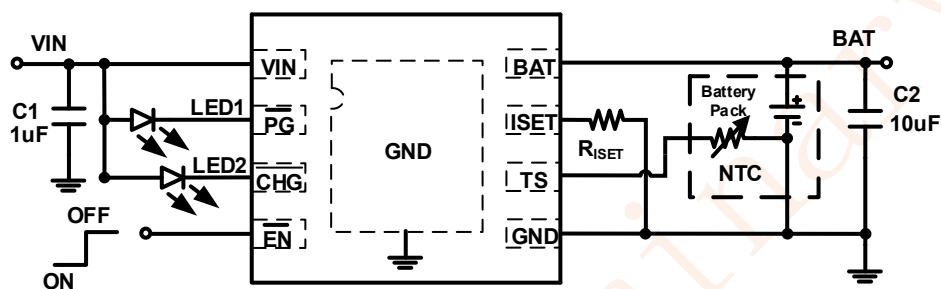

图 2 SY6102 典型应用电路 2
(2)图 2 使用 TS 为特殊分段 NTC 功能应用：对应 SY6102-DLHRS, SY6102-DHHRS;